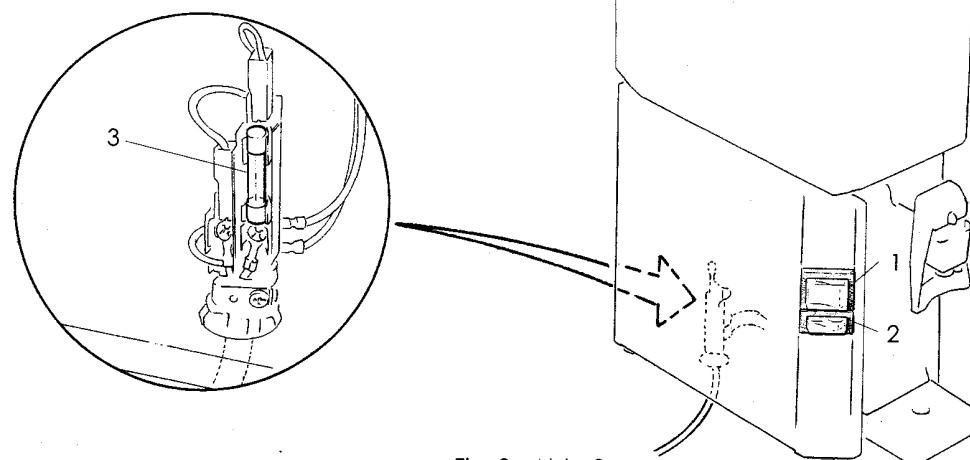

Fig. 3 - Abb. 3
-Interruttore generale: (1, fig. 3) (con segnalatore luminoso incorporato): attivazione equipaggiamento frigorifero e predisposizione al funzionamento dell'agitatore a pale.
-Interruttore/i unipolare: (2, fig. 3) attivazione agitatore a pale.
-Dispositivo di protezione: (3, fig. 3) fusibile, incorporato nella morsettiera di alimentazione fissata sul piano inferiore.
-Interrupteur général: (1, figure 3) (avec témoin lumineux) : activation groupe frigorifique et préparation au fonctionnement groupes pelles;
-Interrupteur/s unipolaire/s (2, fig. 3) : activation groupes pelles ;
-Dispositif de protection: (3, fig. 3) : fusible inséré dans le bornier d'alimentation fixé au plan inférieur.
-Hauptschalter: (1, Abb.3) (mit eingebautem Leuchtmelder): Anschaltung der Kühleinheit und Voreinstellung für den Betrieb der Schaufel vorrichtung.
-Schalter/1 einpolig (2, Abb.3): Betätigung der Schaufeln vorrichtung.
-Schutzausrüstung: (3, Abb.3) Eine Sicherung im Speise-Kabel und an der unteren Tragstruktur befestigt.
In caso di malfunzionamento dell'apparecchio disinserire l'interruttore generale, scollegare la spina dalla rete di alimentazione e **verificare l'integrità del fusibile (fig. 3).**
En cas de mauvais fonctionnement de l'appareil débrancher l'interrupteur général, la fiche d'alimentation et vérifier le fusible (fig. 3).
Wenn Störungen auftreten, Hauptschalter abschalten, gelbe Stecke herausziehen. Wartung durch qualifiziertem und autorisiertem Personal zur **Überprüfung der Sicherung im Speisekabel (abb. 3)**